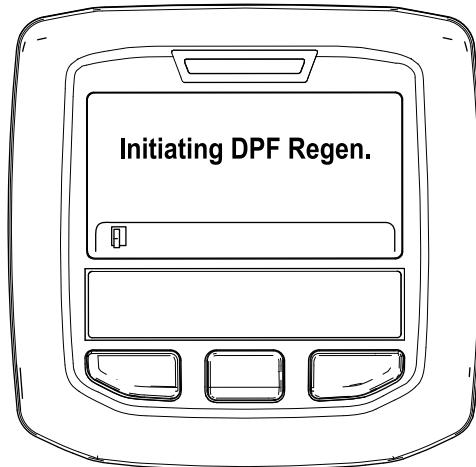

Bild 49
- Die Meldung „Initiating DPF Regen.“ wird angezeigt (Bild 49).